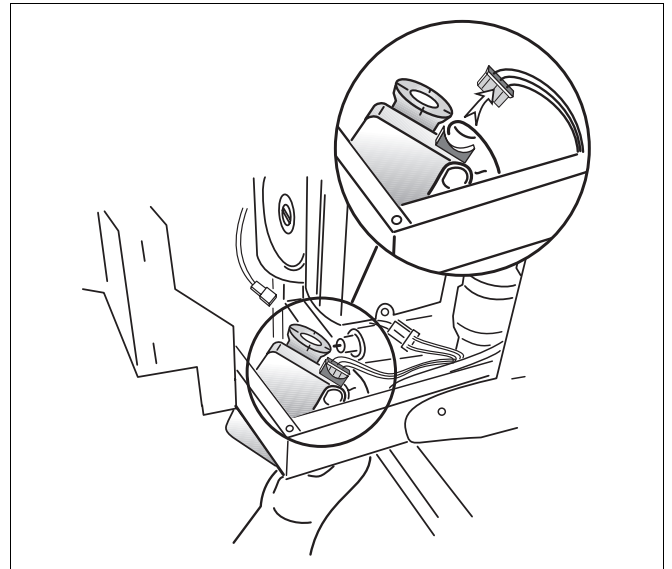

Bild 18 Steckkontakt vom Motor des internen Dreiwegeventils abziehen
- Steckkontakt vom Motor des internen Dreiwegeventils abziehen (→ Bild 18), Motor herausnehmen und aufbewahren.